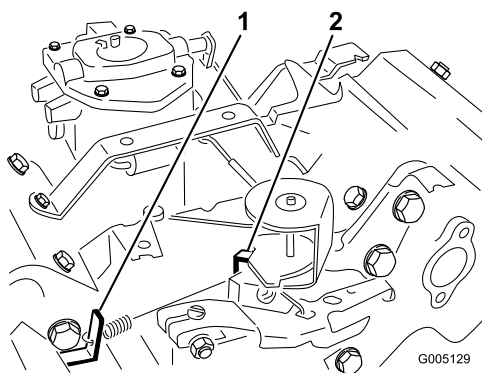

Figura 50
3. Doble la pestaña de anclaje del muelle de regulación del ralentí (Figura 50) hasta obtener una velocidad de ralentí de 1650 ± 100 rpm. Compruebe la velocidad con un tacómetro.
5. Mueva el control del acelerador a la posición de Rápido. Doble la pestaña de anclaje del muelle de alta velocidad (Figura 50) hasta obtener una velocidad alta de 2850 ± 50 rpm.